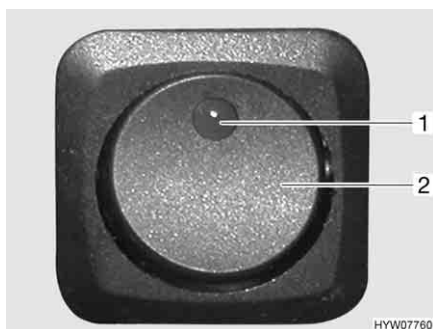

Fig. 9 Interruttore per luce con regolazione in curva/luce fendinebbia
- Premere l'interruttore (Fig. 9,2). La spia verde di controllo (Fig. 9,1) nell'interruttore indica il funzionamento.